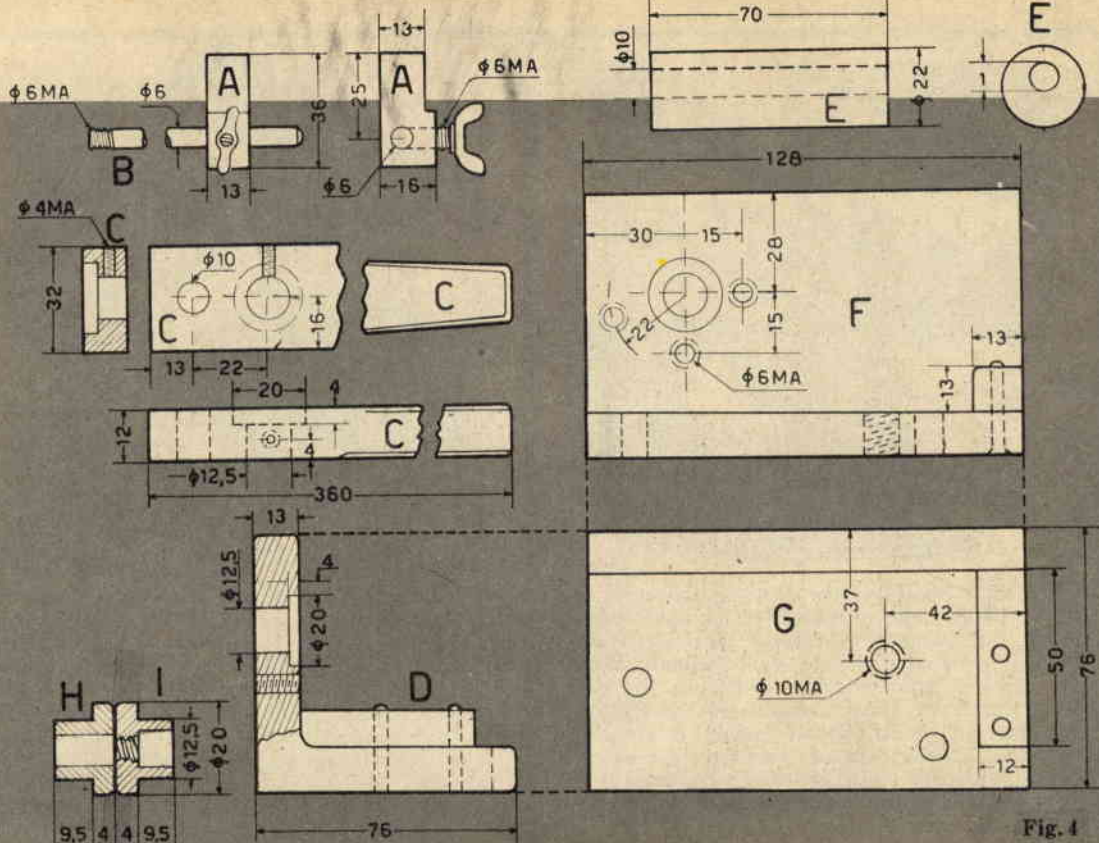

Fig. 4
La costruzione della tranciatrice non è difficile e tantomeno costosa. In fig. 4 è visibile il disegno, con tutti i particolari, relativo alla costruzione. Le due piastre F-G devono essere saldate tra loro. Su di esse verranno alloggiati tutti i pezzi componenti. Nella lastra di base (G) vengono fissati l'eccentrico E e il fermo D, della leva.